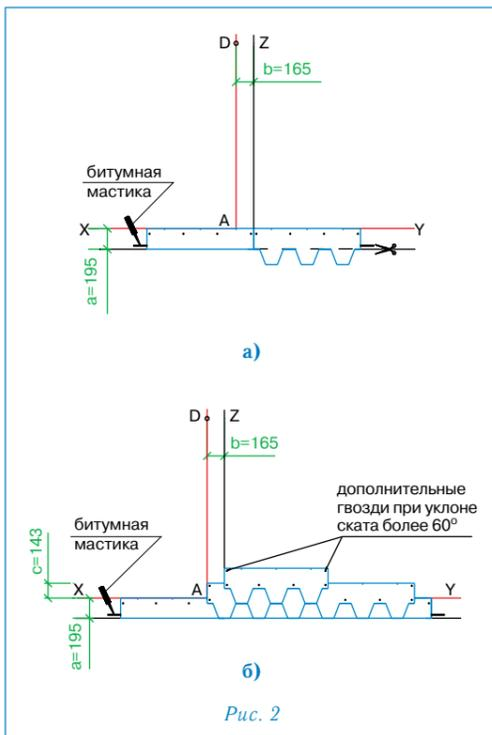

Рис. 2
#### Укладка материала (рис. 2)
- Начальный ряд формируется из листов черепицы НОРДИК с обрезанными лепестками. Полученные таким образом полосы шириной 19,5 см укладываются по линии карниза в обе стороны от линии Z (рис. 2а) и фиксируются по нижнему краю битумной мастикой, а по верхней кромке 4 гвоздями (ось гвоздей на 5 см ниже верхнего края полосы);
- далее первый ряд черепицы укладывается от линии AD (рис. 2б);
- второй ряд укладывается от линии Z (со смещением 16,5 см от AD) (рис. 2б);
Каждый лист гибкой черепицы НОРДИК крепится 4 гвоздями таким образом, чтобы гвоздь прошивал и верхний край нижележащего листа черепицы (рис. 2б).